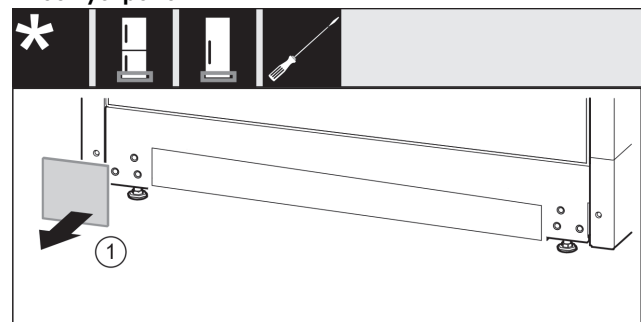

Fig. 42
- ▶ Снимите крышку Fig. 42 (1).